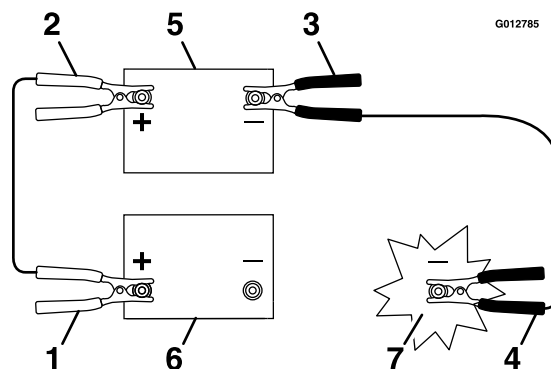

Рисунок 47
- Подсоедините положительный (+) кабель к положительной (+) клемме разряженной аккумуляторной батареи, которая соединена со стартером или электромагнитом, как показано на Рисунок 47.